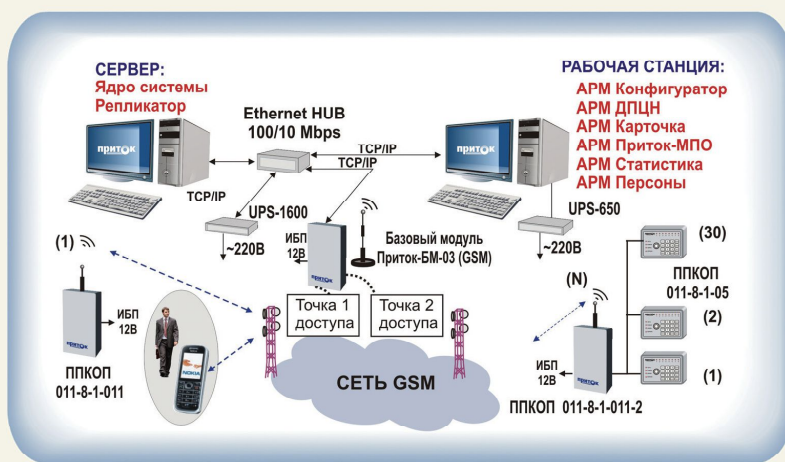

Рис. 5 ПЦН с использованием сети GSM
5. Самым мобильным и быстро создаваемым является ПЦН на основе сотовой связи Приток-GSM (см. рис. 5). По всей вероятности, эта схема в комментариях не нуждается. Следует отметить, что в данном случае качество системы охраны определяется зоной покрытия и надежностью мобильной связи, предоставляемой операторами. Количество контролируемых объектов не ограничено. Особенностью данной схемы является то, что извещения о состоянии охраняемого объекта могут передаваться как на ПЦН, так и (или) на мобильный телефон собственника.